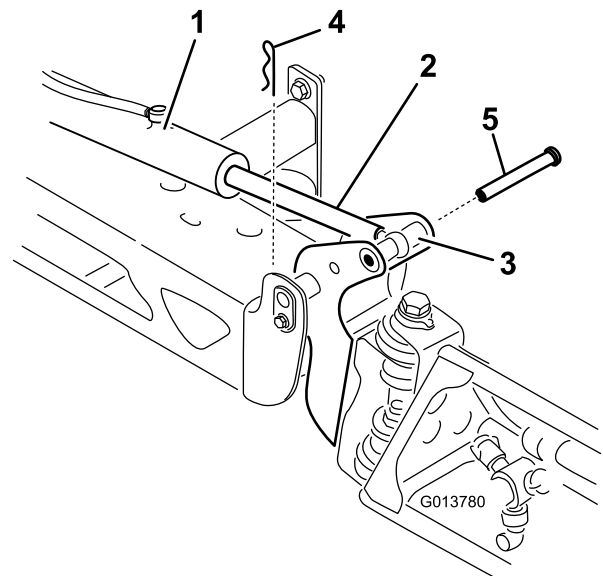

Figura 63
2. Togliete la coppiglia dal perno di articolazione (Figura 63).
3. Sollevate la barra, togliete il perno (Figura 63) e fate scendere lentamente la barra a terra.
- Tenete ferma la barra e inserite il perno attraverso il perno della barra e l'asta dell'attuatore (Figura 63).